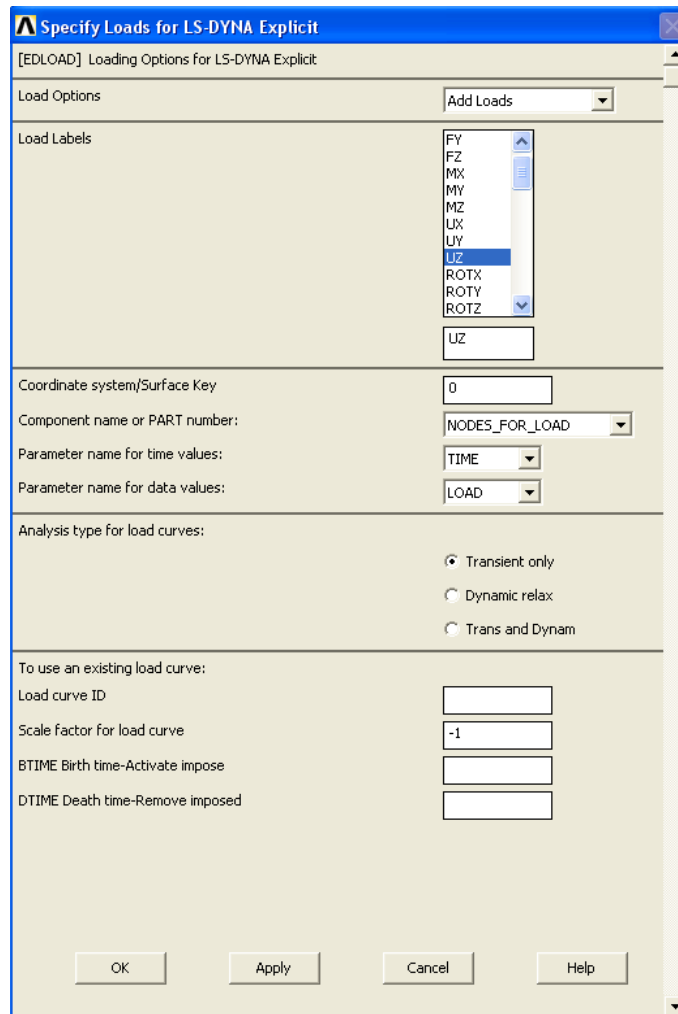

Рисунок 74. Окно *Specify Loads for LS_DYNA Explicit*
При использовании данного пункта меню появляется окно *Specify Loads for LS_DYNA Explicit* (Рисунок 74). Далее выполняем следующие действия:
- В раскрывающемся списке **Component name or PART number** выбираем компоненту **NODES_FOR_LOAD**, к которой будут приложены динамические нагрузки (Рисунок 74).